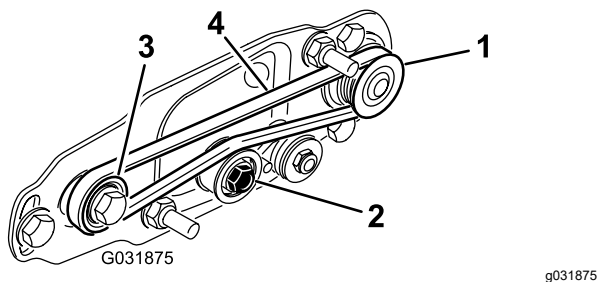

Figura 24
- A. Passe a correia em redor da polia da **transmissão** e, em seguida, sobre a parte superior da polia intermédia (Figura 24).
- B. Ligue a correia na polia **acionada** (Figura 24).